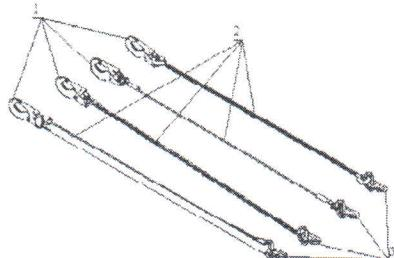

Рис. 1 Стропы типов А, Б, В, Г
Стропы типов А, Б, В, Г (см. рис.1) состоят из фала (2) – полиамидной ленты (А), металлического троса в оболочке (Б), полнамидного каната (В) и металлической цепи (Г), на одном конце которого закреплен карабин для присоединения к анкерной точке (1), снабженный блокирующей защелкой, а на другом крепежная петля или карабин (по спец. заказу) для присоединения к ремню пояса (3).